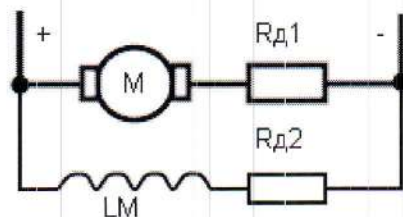

Рис.5. Принципиальная схема
14. Принципиальная электрическая схема (рис.5) двигателя?